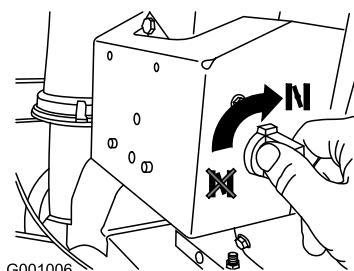

Figure 26
4. Tournez la commande de starter à la position ouverte (Figure 26).